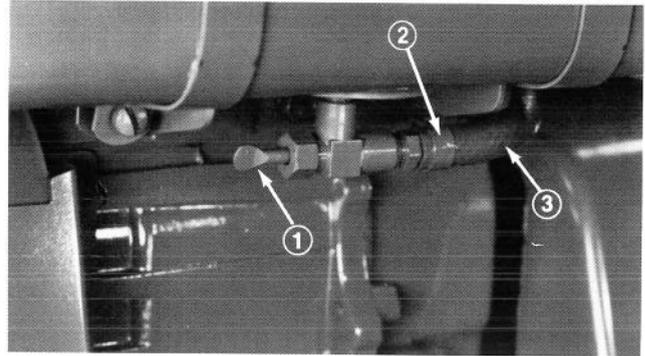

Abb. 31
3. Die Klammer, welche die Benzinleitung auf dem Hahn festhält, lösen und die Leitung vom Hahn heruntergleiten (Abb. 31).